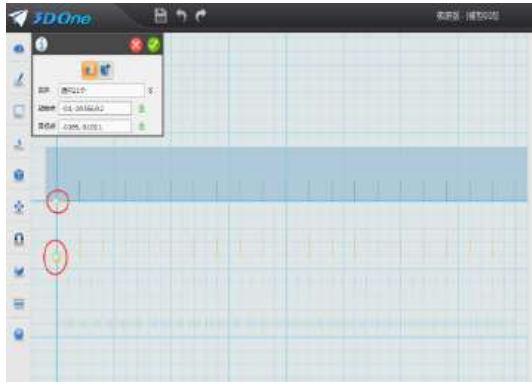
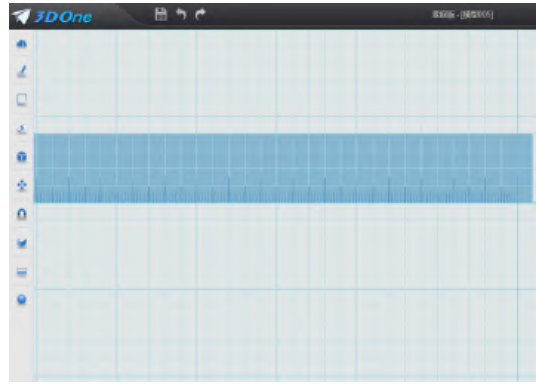

图 6-12
图 6-13
5.位移刻度线: 鼠标移到屏幕最左侧第六个图标“基本编辑”命令里的上数第一个图标“移动”命令,出现对话框窗口,实体:鼠标框选所有厘米刻度线;起始点:鼠标点击刻度线的左下角;目标点:鼠标点击直尺上端“0 刻度线”位置,如图 6-12,确定完成刻度移动。同样方法移动另外两组刻度线,调整视图角度到“下”,看到效果,如图: 6-13。